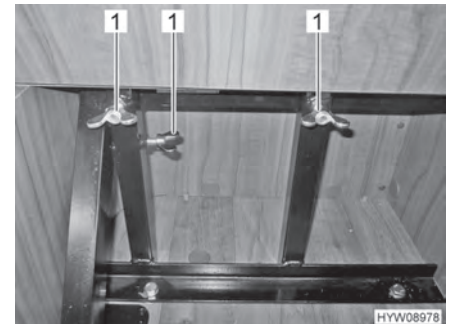

Bild 17 Säkra den hopfällbara stolen med vingmutter
- Säkra den hopfällbara stolen med vingmutter (Bild 17,1).